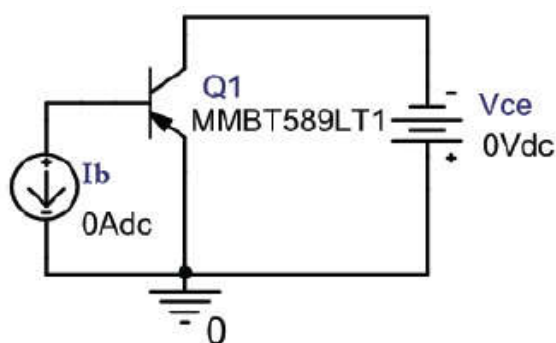
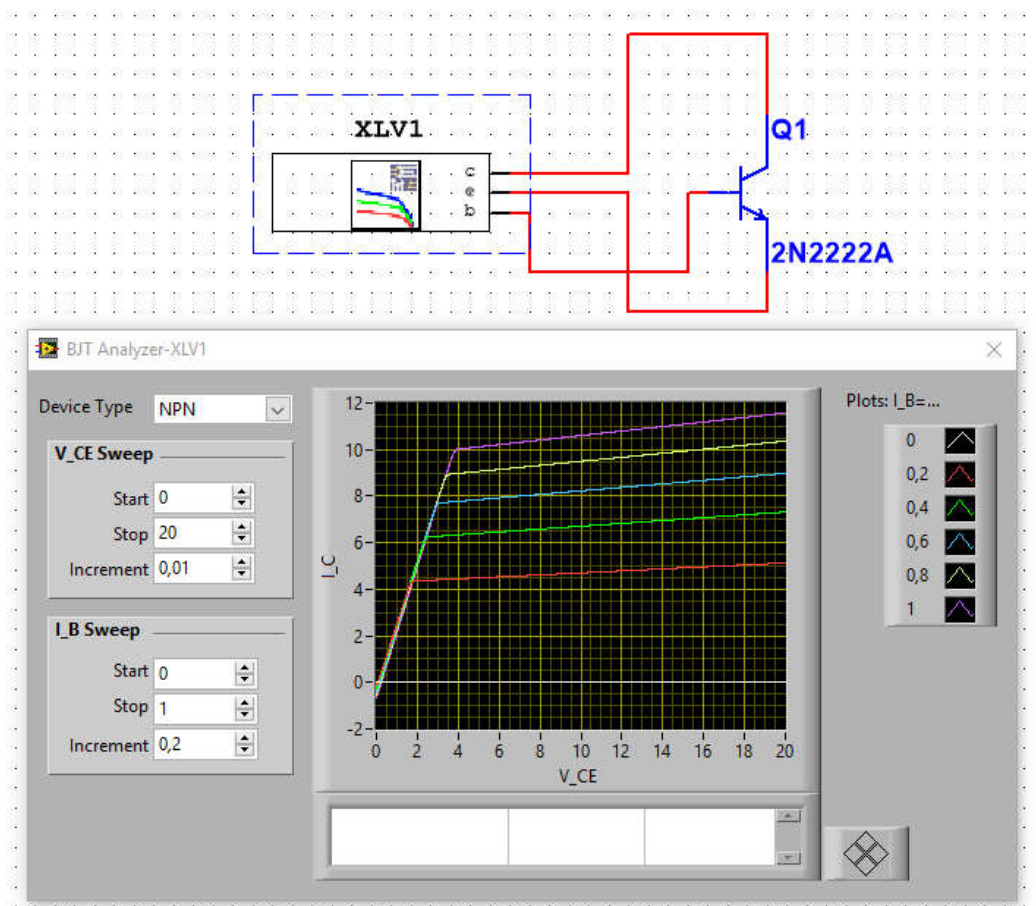

Рисунок 5 - Схема для снятия выходных характеристик БТ с ОЭ в OrCAD
Рисунок 6 – Схема для снятия выходных характеристик БТ с ОЭ в Multisim
1. Собрать схему исследования биполярного транзистора с ОЭ в OrCAD (рисунок 5) или Multisim (рисунок 6). В последнем случае используется LabView Instrument – BJT Analyzer.